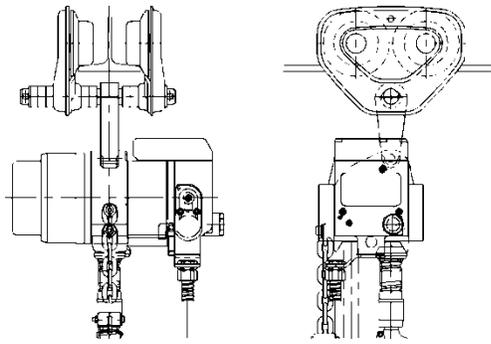
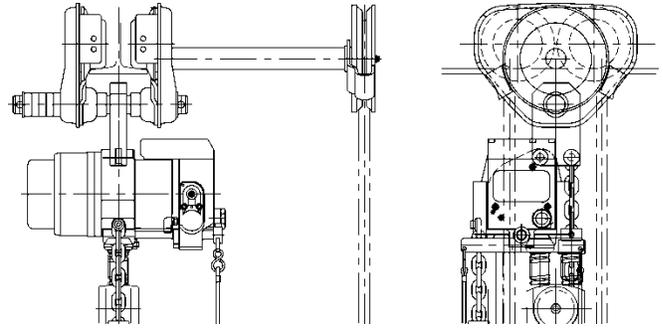
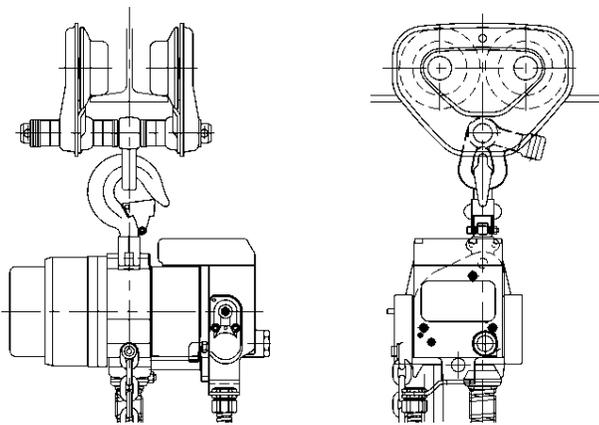

Figura 3-21 Suspensión en la agarradera en TF2
Figura 3-22 Suspensión en la agarradera en la rueda manual extendida TS2 engranado
Figura 3-23 Suspensión con el gancho en el Suspensor C
- 3.3.4 La configuración estándar para un polipasto TCR es suspendido en el Trole con la agarradera y mediante un Suspensor TCR. Como se muestra en **Figura 3-21** o **Figura 3-22**. Las configuraciones opcionales para el polipasto TCR de 1/4 a 3 toneladas es suspensión con el gancho en el Suspensor C como se muestra en **Figura 3-23**.